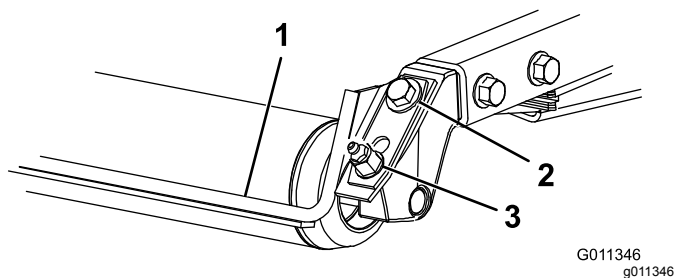

Figura 3
1. Allentate il raccordo d'ingrassaggio e la vite di montaggio (Figura 3).